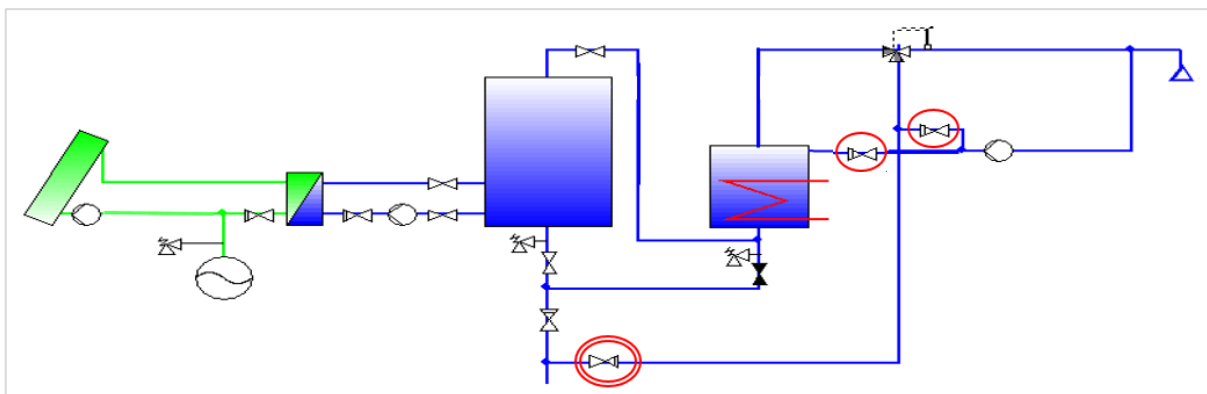

Fig. 4 Clapets sur installation avec bouclage et mitigeage
- Pour éviter des circulations non désirées (retour bouclage vers le bas du ballon solaire et/ou passage direct de l'eau froide vers l'appoint sans passer par le solaire), des clapets sont indispensables, comme le montre la figure 4 :